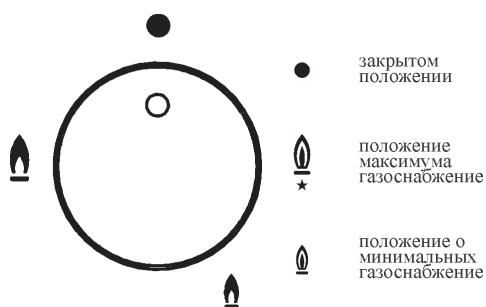

РИС. 1
Нажать и повернуть против часовой стрелки ручку, соответствующую используемой конфорке, установить ее в положение Максимум (большое пламя рис. 1) и нажать ручку до упора.
Для розжига конфорок, оснащенных системой газ-контроль, следует повернуть против часовой стрелки ручку, соответствующую используемой конфорке, установить ее в положение Максимум (большое пламя рис. 1), пока она не сможет поворачиваться дальше, а затем нажать ручку и произвести розжиг, как описано выше.
- После закипания переведите ручку в положение Минимум (маленькое пламя рис. 1).
положение Максимум (большое пламя рис. 1).